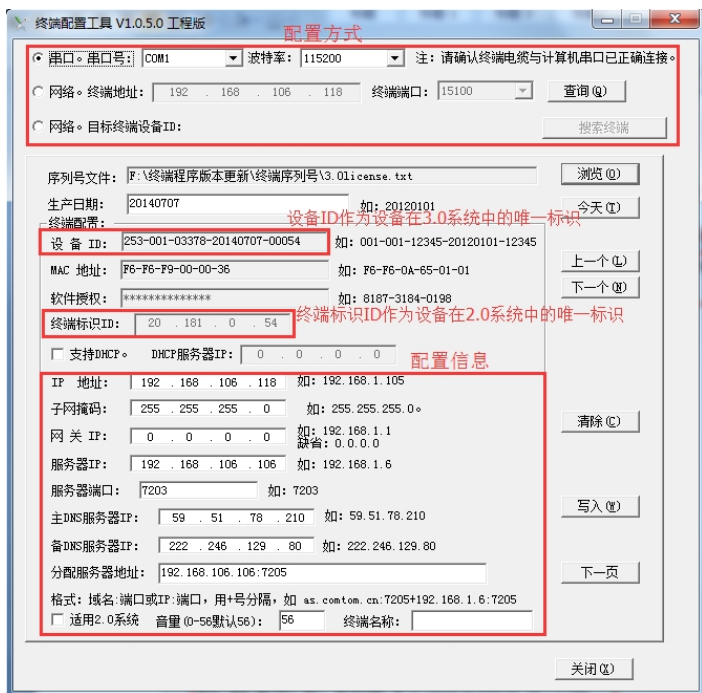

图3.3 终端配置工具
- 2) 点击配置计算机“开始—程序—数字IP网络广播—终端配置程序(New)”菜单，打开终端配置程序（如图3.3所示）。
- 2) 点击配置计算机“开始—程序—数字IP网络广播—终端配置程序(New)”菜单, 打开终端配置程序(如图3.3所示)。